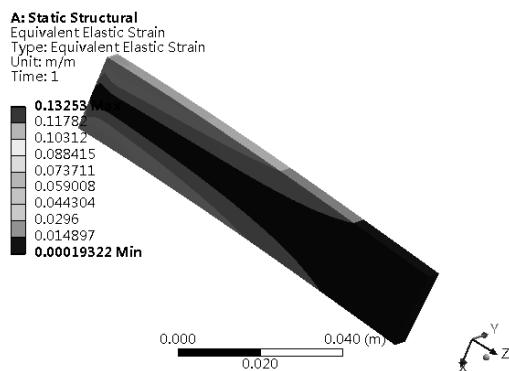

图 4-54 应变分析云图
Step7：选择 Outline（分析树）中 Solution（A6）下的 Equivalent Elastic Strain 选项，此时会出现如图 4-54 所示的应变分析云图。